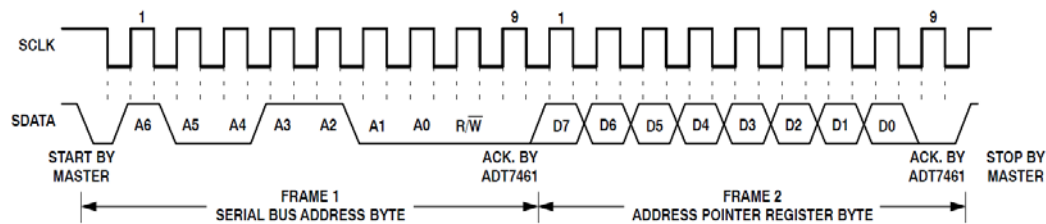

Figure 17. Writing to the Address Pointer Register Only
- 1、如果 HWD7461 地址指向寄存器的值是未知的或者不期望的，在数据被从目标数据寄存器读出之前有必要将他设置成一个正确的值。这通过之前那样对 HWD7461 进行写入完成，但是只有包含寄存器读取地址的数据位被传送。因为数据没有被写入寄存器。如图 17 所示。
- 2、如果地址指向寄存器处在期望的地址，数据可以从相应的数据寄存器读取，而不先写如地址指向寄存器，图 17 中的总线处理可以省略。